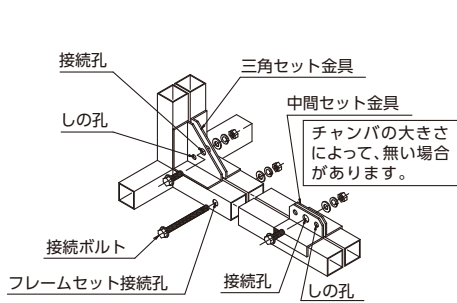

図 4-1 フレームセット例
- ・“しの”などを使用して接続ボルト孔位置を合わせてください。この時、図に示すような『三角セット金具』や『中間セット金具』が付いている場合は、『しの孔』を利用して穴位置を合わせてください。(図4-1 参照)
- ・接続ボルトを用いてチャンバどうしを締結してください。この時、『三角セット金具』や『中間セット金具』が付いている場合、先に『三角セット金具』及び『中間セット金具』部分を接続し、その後フレーム間を接続してください。(図4-1 参照)